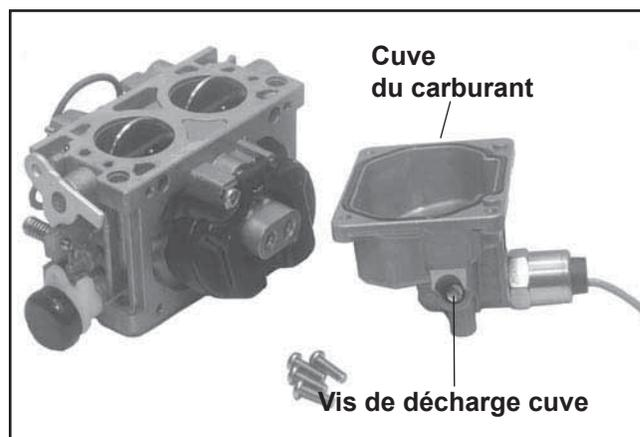

Figure 5-16. Cuve du carburant enlevée du carburateur.
2. Avant de démonter le carburateur, nettoyer les salissures et les corps étrangers des surfaces externes. Enlever les quatre vis et séparer soigneusement la cuve du carburant du carburateur. Ne pas endommager le joint torique d'étanchéité interne ou de la cuve. Mettre le carburant restant dans un conteneur approuvé. Éloigner toutes les parties. Il est également possible de drainer le carburant avant d'enlever la cuve en desserrant/enlevant la vis de décharge de la cuve. Voir la Figure 5-16.